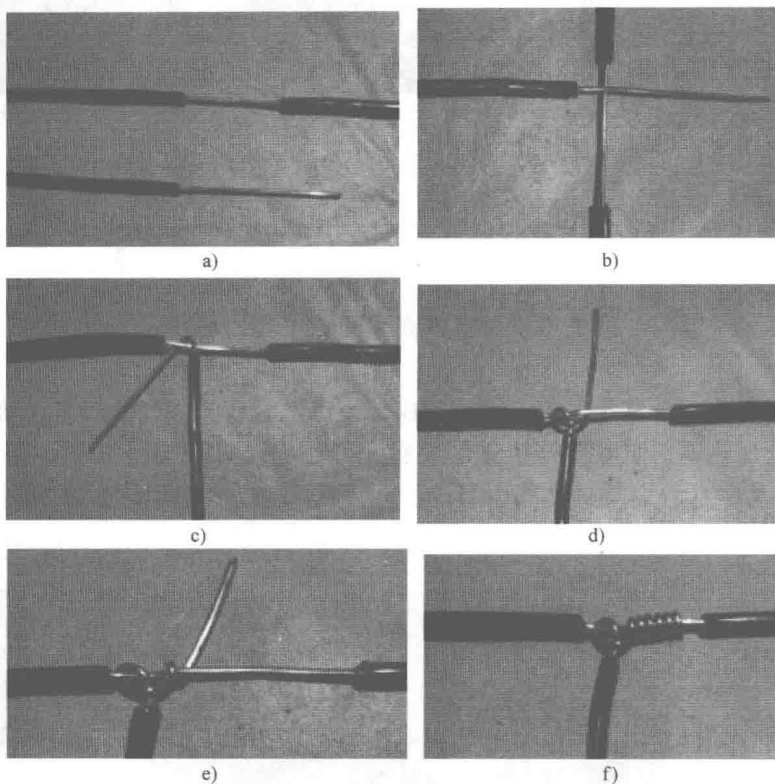

图 1-23 单股导线的 T 字形连接
(2) 单股导线的 T 字形连接 操作过程如图 1-23 所示。